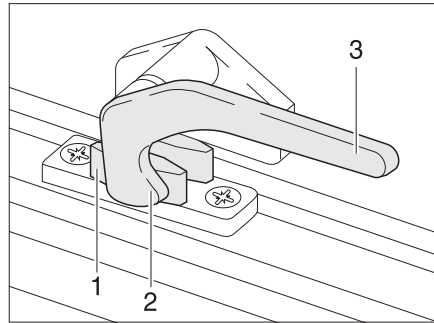

Fig. 37 Levier de verrouillage en position "Fermé"
- Tourner le levier de verrouillage (Fig. 37,3) d'un quart de tour vers le centre de la fenêtre.
- Tourner le levier de verrouillage (Fig. 37,3) d'un quart de tour vers le cadre de la fenêtre. Le tenon de verrouillage (Fig. 37,2) se trouve sur le côté intérieur du verrouillage de fenêtre (Fig. 37,1).
- En position "Fermé" (Fig. 37).